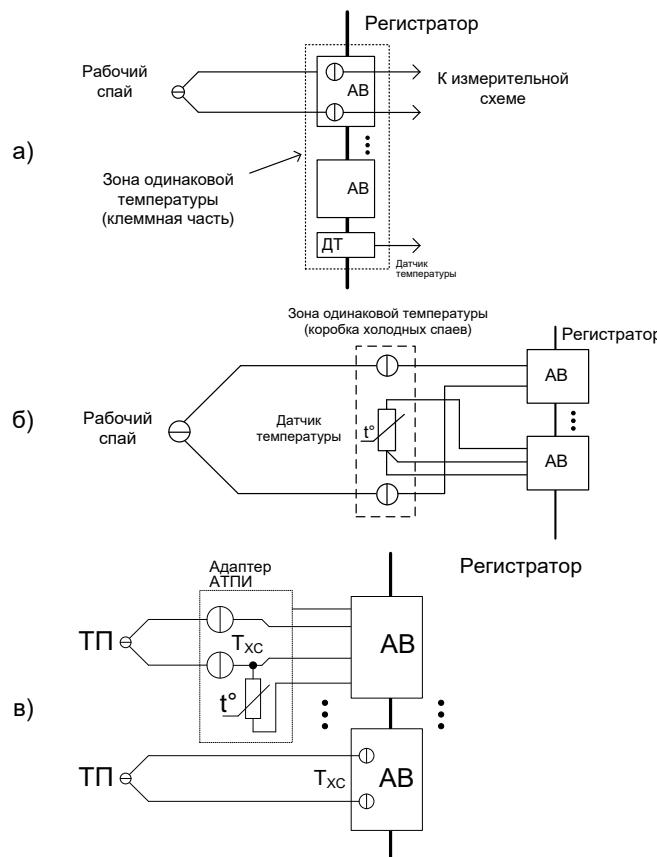

Рисунок 2.17 Способы измерения температуры свободных концов ТП:
- Внутренний датчик – Температура свободных концов термопары (Тхс) измеряется с помощью встроенного датчика температуры (ДТ), входящего в комплект поставки регистратора. Измеренное значение Тхс преобразуется по НСХ заданного типа в значение ТЭДС, которое суммируется с измеренным значением ТЭДС на клеммах для подключения свободных концов термопары. Полученное значение преобразуется по НСХ в значение температуры, соответствующей рабочему спая термопары (см. рис. 2.17, а). При наличии систематической погрешности измерения Тхс встроенным датчиком (например, вследствие воздействия внешних факторов) в поле «Коррекция Тхс» следует
- АВ1...АВ32 – измерение  $T_{xc}$  одним из каналов регистратора. Указывается один из каналов, к которому подключен внешний измеритель  $T_{xc}$  (чаще всего – термопреобразователь сопротивления - ТС) - см. рис. 2.17, б. В случае наличия систематической погрешности измерения  $T_{xc}$  выбранным каналом в поле «Коррекция  $T_{xc}$ » следует ввести величину поправки в  $^{\circ}\text{C}$ ;